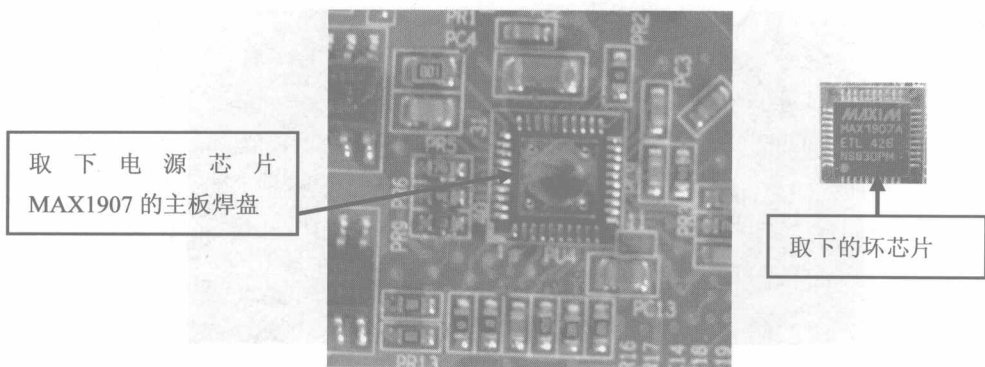

图 1-17
⑯测量结果说明CPU的供电电压仍不正常，看来不是芯片虚焊引起的故障，很有可能是MAX1907芯片损坏了，只能通过更换来确认了。先把主板上原来的芯片拆下来，操作过程与补焊过程差不多，不同点就是当芯片可以移动时，用钳子把芯片从主板上取下来即可，如图1-17所示。